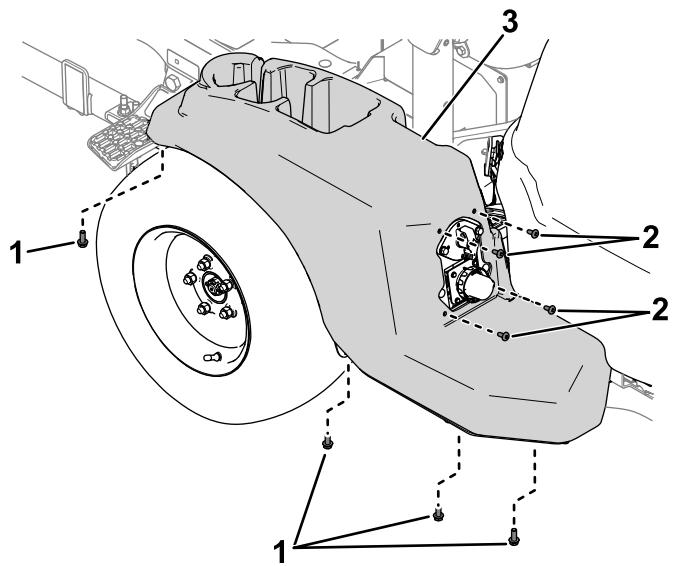

図1
1. マシン(図 1)左側にカバーを固定しているボルトとネジを取り外し、カバーを取り外す。